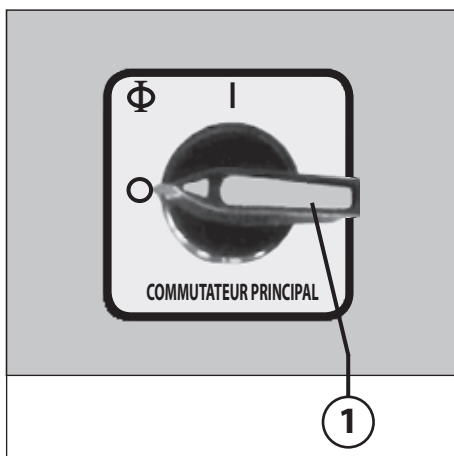

fig. 1
Veillez à ce que la machine soit mise hors circuit la nuit (interrupteur principal (1) (fig. 1) à savoir position „0“).